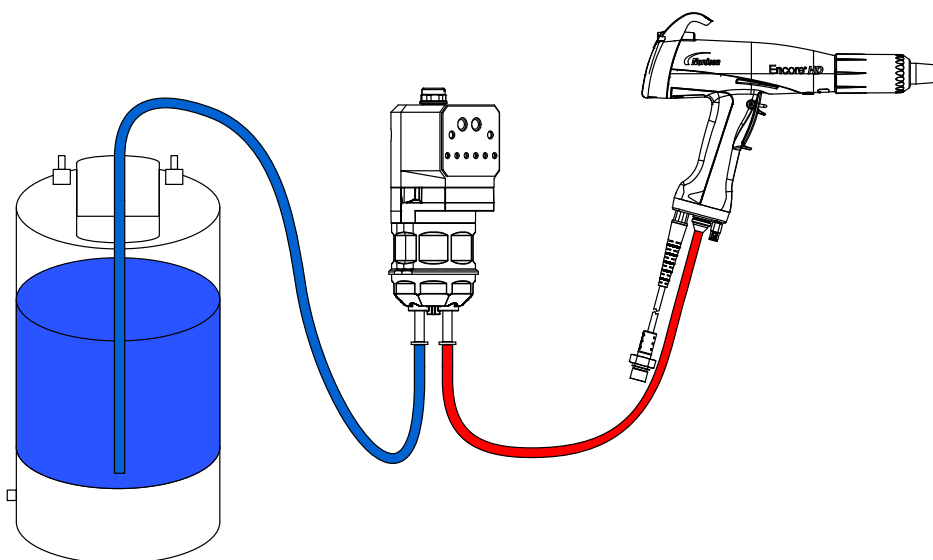

図 11 チューブ配管接続
- 吸引チューブ配管を17ページの図11に示す通り接続します。